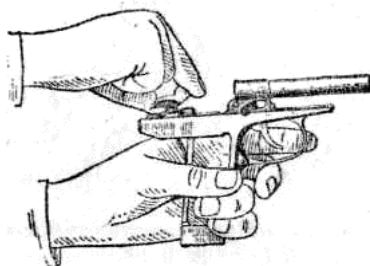

Рис. 82. Присоединение курка к рамке
6. **Присоединить курок к рамке.** Удерживая рамку за основание рукоятки левой рукой и повернув спусковой крючок в крайнее переднее положение, правой рукой наклонить курок головкой вперед, ввести его цапфы в цапфенные гнезда в рамке (рис. 82) и повернуть головку курка назад.